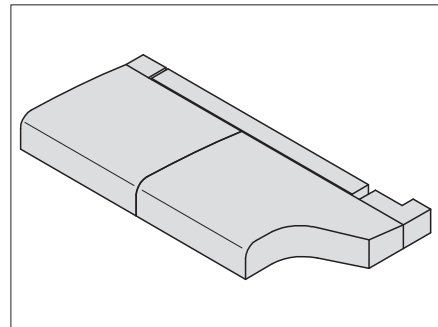
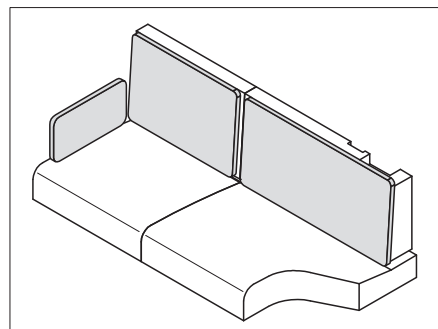

Fig. 211 Posicionar los apoyos del asiento
Fig. 213 Cojines para los apoyos del respaldo
- Colocar el cojín del asiento, el cojín del respaldo y los cojines adicionales como se muestra en Fig. 211 hasta Fig. 213.